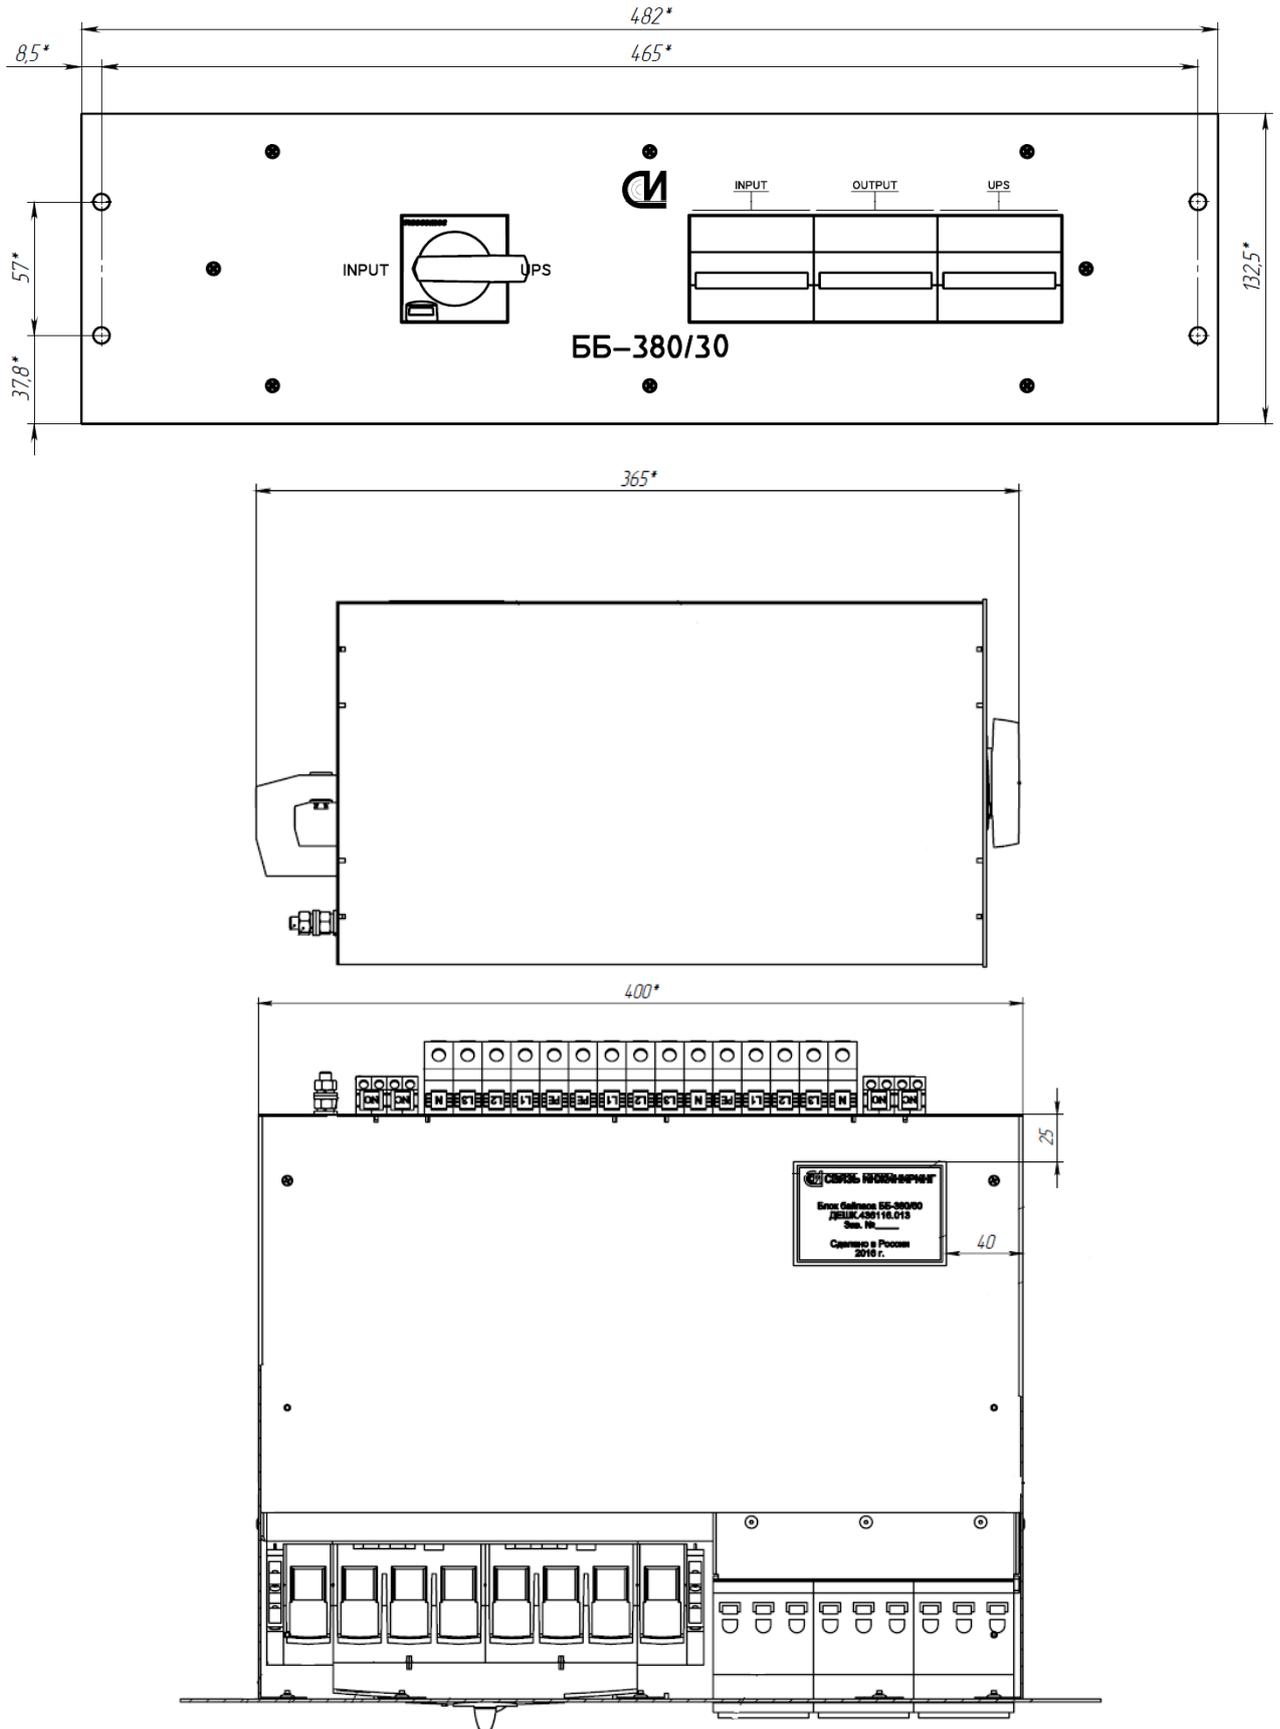

Рис. 1.
2.6 Общий вид и габаритные размеры блока байпаса ББ-380/30 приведен на рис.1.
5.1 Конструктивно блок байпаса ББ-380/30 выполнен в виде съемного блока (крейта) прямоугольной формы с присоединительными и установочными размерами, соответствующими ГОСТ 28601-90. Общий вид и габариты блока байпаса ББ-380/30 приведены на рис.1.